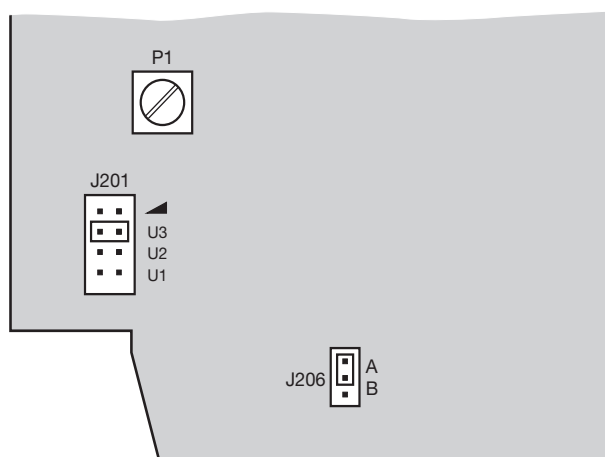

Bild 6. Anordnung des Potentiometers P1 und der Steckbrücken J 201 und J 206 (ab Werk steckt J 201 in Stellung U3 und J 206 in Stellung A).
** Ausgangsspannung mit Potentiometer auf 6 bis 14,0 V DC bzw. 18,0 V DC, sowie auf 6 V DC oder 12 V DC mit Steckbrücke einstellbar (siehe Bild 6).
Die Aktivierung des Ausgangs des Ventilsteuerbausteins erfolgt durch ein Niederspannungssignal über die Logikeingänge a26+, a28+, a30+ bezogen auf Anschluss c27-. Es stehen Verknüpfungsvarianten mit 3 Logikeingängen in **ODER/UND**-Schaltung, mit 2 Logikeingängen in **UND**-Schaltung, mit 2 Logikeingängen in **ODER**-Schaltung oder als Steuereingang zur Verfügung. Die Umschaltung erfolgt über die Steckbrücke J 206 (Bild 6).
Das Ein- bzw. Abschalten des Ausgangs des SIRAX SD 810 kann auch über einen potentialfreien Kontakt erfolgen, welcher zwischen den Anschlüssen c31 und a28 angelegt wird. Die Steckbrücke J 206 muss sich bei dieser Art der Ansteuerung in der Lage A befinden (Bild 6).